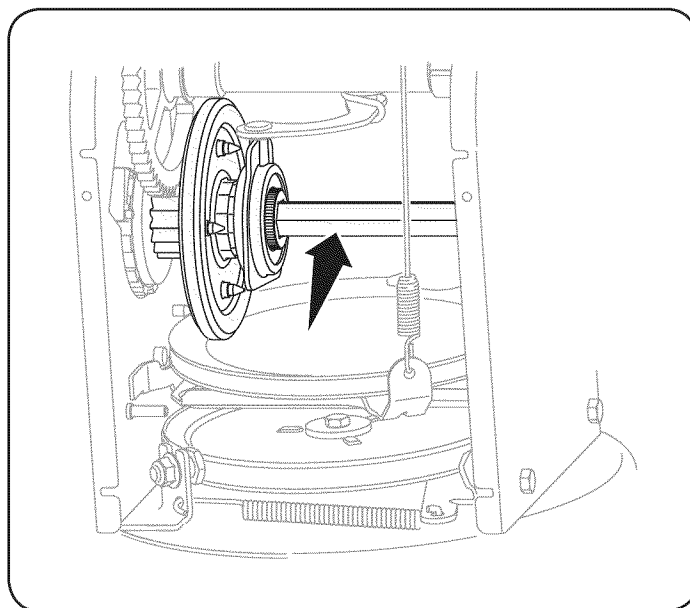

Figura 21
3. Aplique al eje hexagonal una capa ligera de una grasa multiusos apta para condiciones climáticas múltiples. Vea la figura 21.